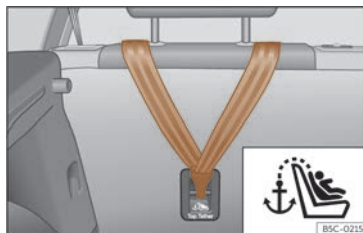

Abb. 36 Rückseite der Rücksitzbank: Verankerung für den Top Tether Haltegurt.
Kindersitze mit dem Top Tether-System sind mit einem Gurt für dessen Befestigung am Verankerungspunkt des Fahrzeugs ausgestattet. Dieser Verankerungspunkt befindet sich im hinteren Teil der Rückenlehne des Rücksitzes (mit dem Symbol  gekennzeichnet) und bietet einen besseren Rückhalt >>> (Abb. 36).
- Den Haltegurt verschieben und ordnungsgemäß an der Verankerung des hinteren Teils der Rücklehne befestigen >>> (Abb. 36).